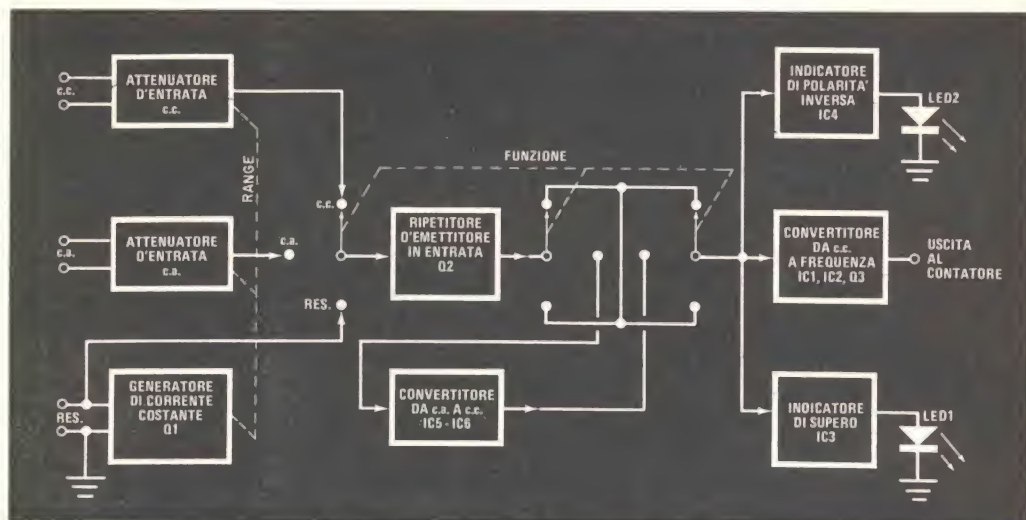

Fig. 1 - Questo schema a blocchi mostra il funzionamento base del sistema.
**Funzioni di misura** - Come si vede nella *fig. 1*, la tensione continua da misurare viene applicata ad un attenuatore (controllato dal commutatore di portata), il quale riduce l'entrata ad un valore massimo nominale di 5 V. Il ripetitore d'emettitore in entrata for-